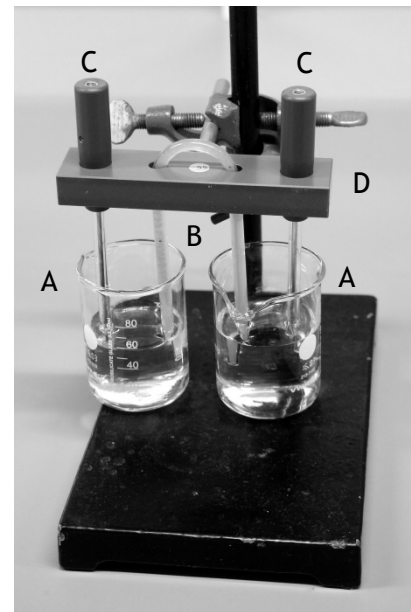

Abb. 2: Experimenteller Aufbau, Anfangssituation
Ein Foto des Versuchsaufbaus ist in Abbildung 2 zu sehen (Anfangssituation).
- Zwei 100 mL Bechergläser (A in Abb. 2)
- Eine Salzbrücke (B)
- Zwei Silber/Silberchlorid-Elektroden (C)
- Eine Plastikhalterung für die Elektroden und die Salzbrücke (D)
Zu Beginn ist das Experiment wie in Abbildung 2 aufgebaut. Salzbrücke und Elektroden sind in die Salzlösung **X0** eingetaucht. Später wird der Inhalt des linken Becherglases durch die Salzlösungen **X1** bis **X4** ersetzt, im rechten Becherglas verbleibt Salzlösung **X0**.